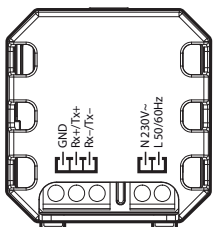

Fig. 3
- per i modelli a 230 Vac vedere fig.3;
- for 230 models Vac see Fig. 3;